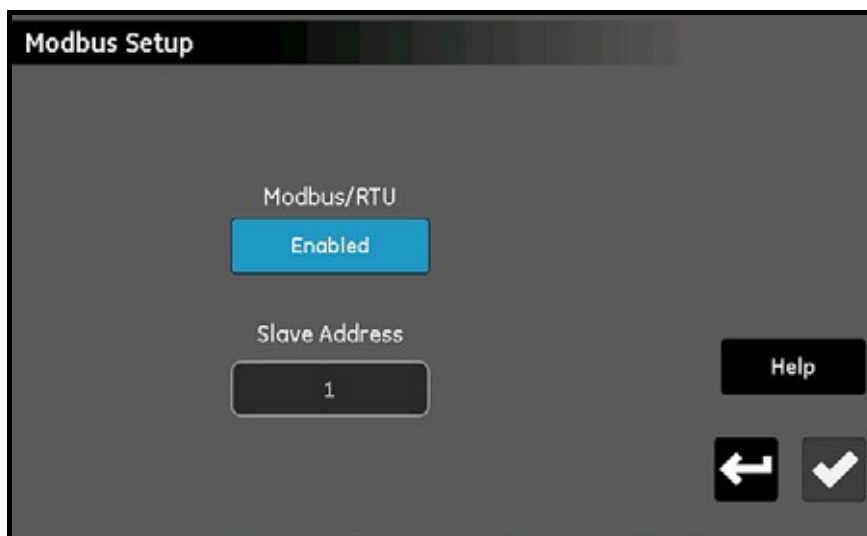

図68 : Modbus設定 (Modbus Setup) 画面
1. 構成メニュー画面 (57 ページ図 52 参照) から、Modbus ボタンをタップし、下図 68 に類似の Modbus Setup 画面を開きます。